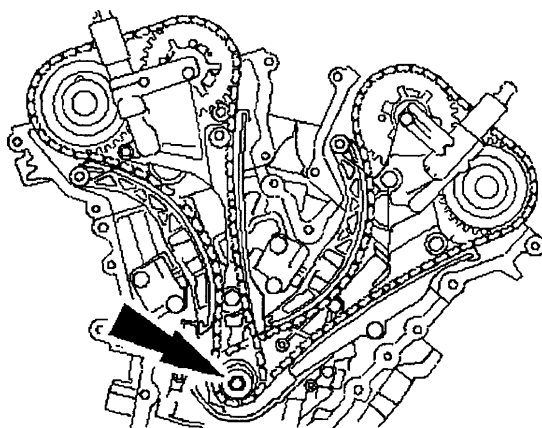

图 11-40 安装曲轴带轮固定螺栓和垫圈
29) 安装曲轴带轮固定螺栓和垫圈, 如图 11-40 所示。